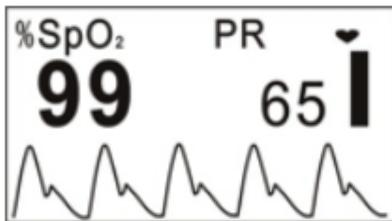
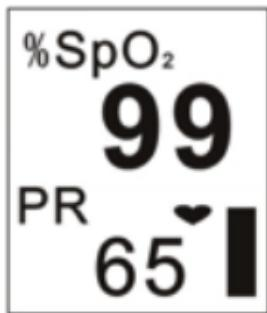
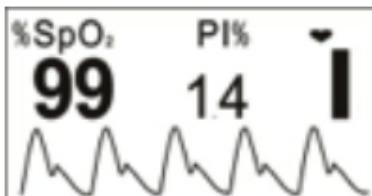
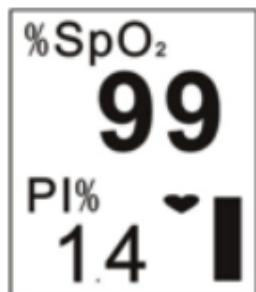

Abb. 4
Abb. 5
Abb. 6
Abb. 7
- Rufen Sie dann den Datenanzegebildschirm auf (wie in Abbildung 4 gezeigt). Der Benutzer kann die Werte ablesen und die Wellenform auf dem Bildschirm anzeigen.
- Wenn die Anzeige wie in Abbildung 4 dargestellt ist, drücken Sie die Display-Taste, um den Anzegebildschirm zu ändern.
- Drücken Sie einmal die Display-Taste. Der Bildschirm (wie in Abbildung 4 gezeigt) wird um 180° gedreht.
- Drücken Sie zweimal die Display-Taste. Der Bildschirm wird wie in Abbildung 5 dargestellt geändert.
- Drücken Sie dreimal die Display-Taste. Der Bildschirm (wie in Abbildung 5 gezeigt) wird um 180° gedreht.
- Drücken Sie die Display-Taste viermal. Der Bildschirm kehrt zum Bildschirm, welcher in Abbildung 4 gezeigt wird, zurück.
- Betätigen Sie die Display-Taste mit kreisförmigen Bewegungen. Der Bildschirm wechselt zwischen den beiden Bildschirmen (siehe Abbildung 4 und Abbildung 5) und die vier Richtungen werden abwechselnd angezeigt.
6. Halten Sie die Display-Taste ca. 2 Sekunden lang gedrückt. Der Bildschirm wird wie in Abbildung 6 gezeigt visualisiert. Die Unterschiede zwischen Abbildung 6 und Abbildung 4 sind folgende:
- In Abbildung 4 werden SpO₂ und Herzfrequenz überwacht und auf dem Bildschirm angezeigt
- In Abbildung 6 werden SpO₂ und der Perfusionsindex überwacht und auf dem Bildschirm angezeigt.
7. Wenn der Bildschirm wie in Abbildung 6 dargestellt angezeigt wird, drücken Sie die Display-Taste mit kreisförmigen Bewegungen. Der Bildschirm wechselt zwischen den beiden Bildschirmen (siehe Abbildung 6 und Abbildung 7) und die vier Richtungen werden abwechselnd angezeigt.
- 8 Der Anzegebildschirm (wie in Abbildung 6 oder Abbildung 7 gezeigt) kehrt zu dem in Abbildung 4 oder Abbildung 5 gezeigten Bildschirm zurück, wenn der Vorgang nicht innerhalb von 10 Sekunden ausgeführt wird.